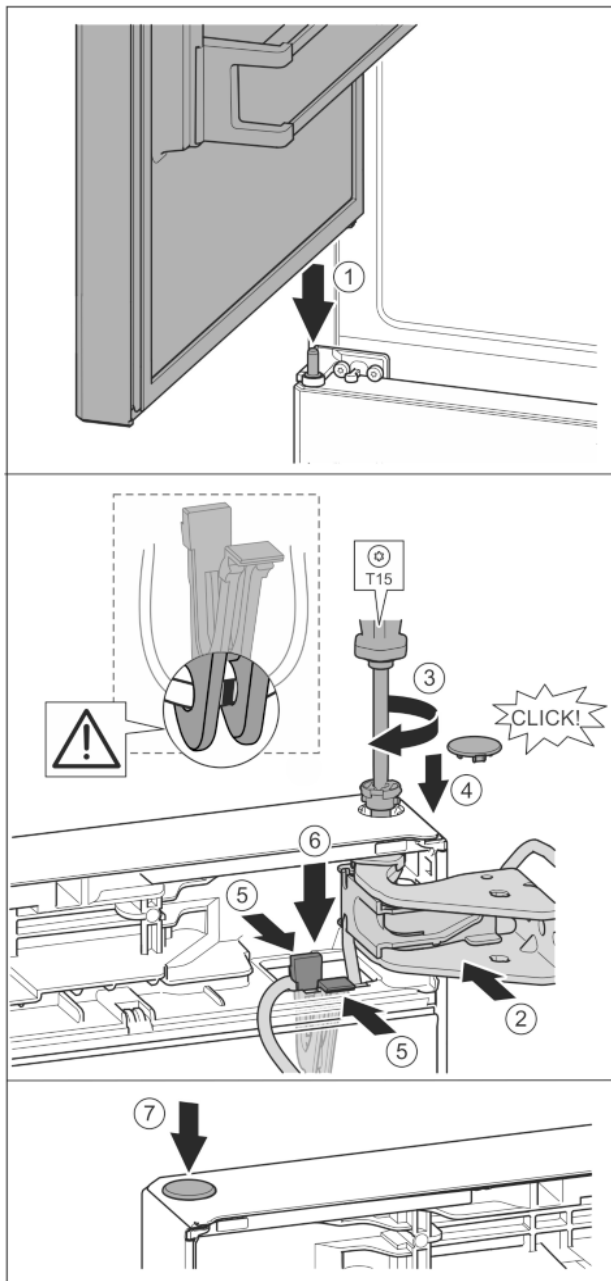

Fig. 39
- ▶ Założyć górne drzwi na środkowy sworzeń zawiasu. *Fig. 39 (1)*
- ▶ Wyrównać drzwi u góry względem otworu w płycie zawiasu. *Fig. 39 (2)*
- ▶ Założyć sworzeń i dokręcić śrubokrętem T15. *Fig. 39 (3)*
- ▶ Zamontować osłonę bezpieczeństwa w celu zabezpieczenia drzwi: Włożyć osłonę zabezpieczającą i sprawdzić, czy przylega ona do drzwi. Ponadto założyć cały sworzeń. *Fig. 39 (4)*
- ▶ Uchwyt z zamocowanym kablem umieścić w otworze. *Fig. 39 (5)*
- ▶ Uchwyt przycisnąć, aż nakładka zatrzśnie się. *Fig. 39 (6)*
- ▶ Założyć zatyczkę. *Fig. 39 (7)*